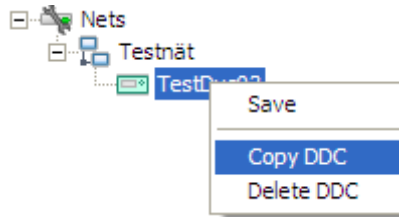

Bild 22 - Kopiera en DUC direkt i trädstrukturen.
- 1) Markera aktuell DUC i trädstrukturen och högerklicka på den, välj alternativet "Copy DDC" för att kopiera (se Bild 22).